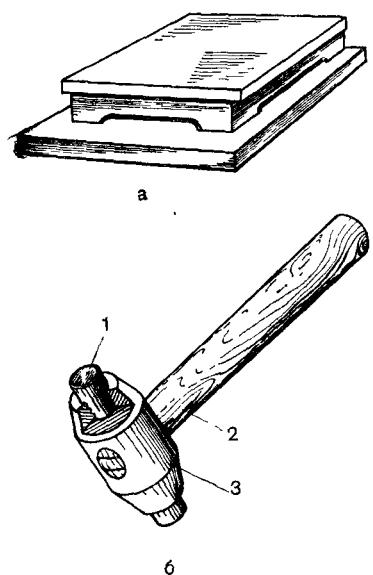

Рис. 25. Инструменты для правки металла:
**Инструменты для правки металла.** Для правки металла холодным способом необходимо иметь правильную плиту, молотки для правки, молотки со вставными бойками из мягких металлов (рис. 25).